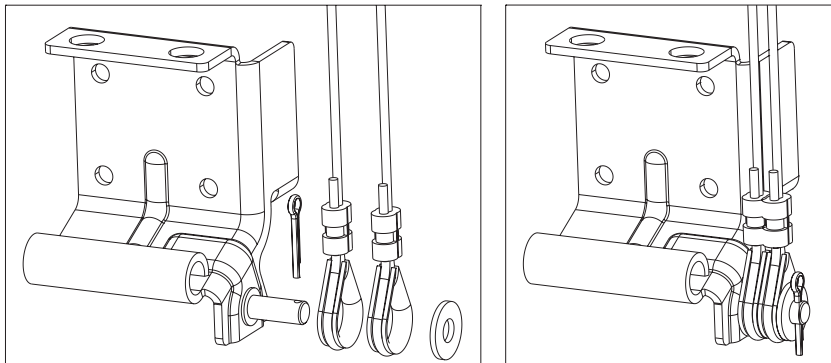

Рис. 13.3
3) надеть петли тросов на пальцы нижних кронштейнов (рис. 13.3). Для фиксации троса на палец установить шайбу и зашплинтовать;